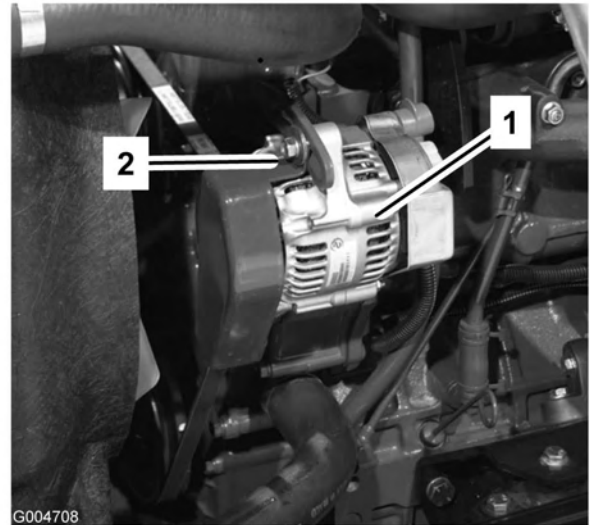

Bild 64
Prüfen Sie den Zustand und die Spannung der Treibriemen (Bild 64) alle 100 Betriebsstunden.
2. Lockern Sie bei einer Durchbiegung von mehr oder weniger als 10 mm die Befestigungsschrauben der Lichtmaschine (Bild 64). Erhöhen oder reduzieren Sie die Spannung des Lichtmaschinen-Treibriemens und ziehen Sie die Schrauben wieder fest. Prüfen Sie die Riemenspannung noch einmal auf korrekte Einstellung.